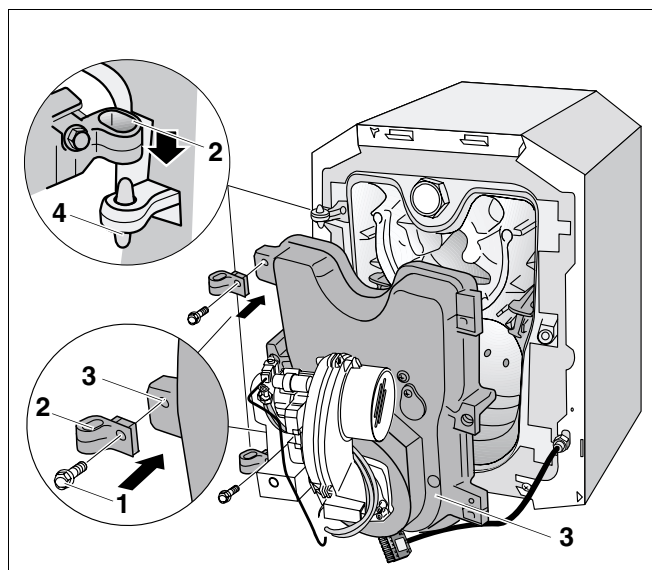

Fig. 16 Ombygning af brænderdør (hængseløjer)
- Skru hængseløjernes monteringsbolte (fig. 16, **pos. 1**) af brænderdøren (fig. 16, **pos. 3**).
- Skru hængseløjerne (fig. 16, **pos. 2**) af brænderdøren (fig. 16, **pos. 3**).
- Skru hængseløjerne (fig. 16, **pos. 2**) på venstre side af brænderdøren (fig. 16, **pos. 3**).
- Skru hængseløjerne (fig. 16, **pos. 2**) på brænderdøren (fig. 16, **pos. 3**) med monteringsboltene (fig. 16, **pos. 1**).
- Hæng hængseløjerne (fig. 16, **pos. 2**) på brænderdøren på hængseltappene (fig. 16, **pos. 4**).
- Luk brænderdøren (fig. 16, **pos. 3**).
- Luk brænderdøren (fig. 16, **pos. 3**) igen med sekskantboltene.